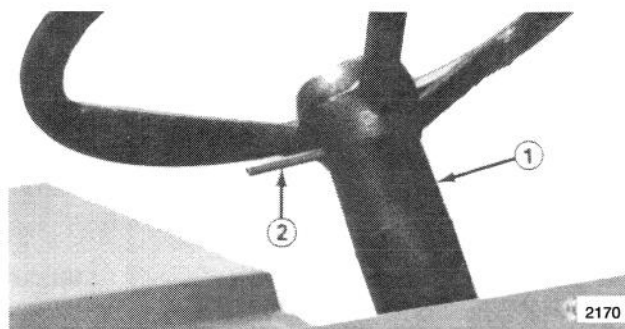

**Figure 1**
1. Placer le siège sur le socle en faisant correspondre les trous de montage (Fig. 1).
2. Glisser le serre-câble sur le fil de l'interrupteur du siège (Fig. 1).
3. Fixer provisoirement le serre-câble et le siège au socle du siège en insérant les boulons et contre-écrous dans le trou avant gauche du socle, sans les serrer à fond (Fig. 1).
5. Faire passer le fil de l'interrupteur du siège dans la fente du socle et enficher le connecteur dans la prise de l'interrupteur du siège (Fig. 1).